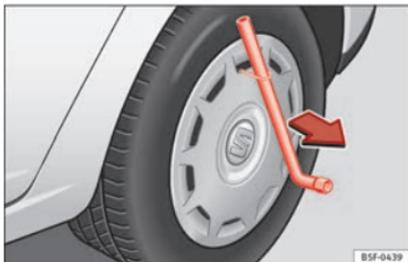

Fig. 156 Cambio di una ruota: togliere il copricerchio.
- Togliere il copricerchio con il gancio in metallo » **fig. 156**.